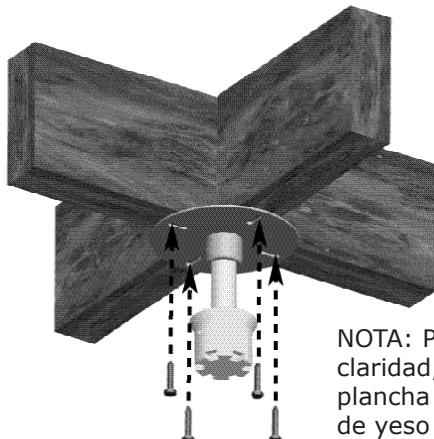

Figura 1
NOTA: Su ventilador para garaje está diseñado para montarse en la intersección de una viga y dos soportes. Vea la Figura 1. Si la instalación que ha elegido no tiene dicha configuración, instale firmemente dos piezas de material de marco entre las vigas para formar la intersección.
1. Use los cuatro tornillos de montaje incluidos para asegurar el conjunto de varilla y brida para montaje a dos vigas entrecruzadas. Consulte la página sobre Selección y preparación del sitio 4. Vea la Figura 1.